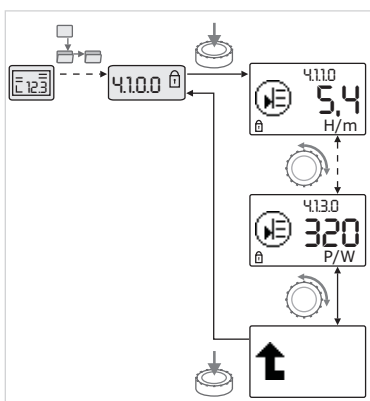

Fig. 37: Informacijos iškvietimas
- Sukant raudoną mygtuką, valdomi esamo submeniu „Informacijos“ tipo meniu elementai (žr. Fig. 37). Simboliais vaizduojamų nuostatų paaiškinimą žr. lentelėje, skyriuje 8.7 „Ataskaitos meniu elementai“ p. 30.